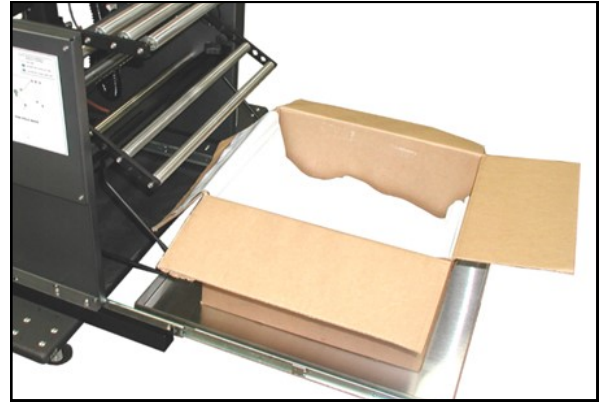

图 2-4C. 托盘上的盒子
3. 将盒子托盘从开卷机内滑出，将装有包装袋的盒子放到托盘中央。图 2-4C。